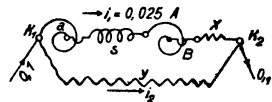

Fig. 21.
- der Widerstand x (Fig. 21) zwischen B und K_2 , der noch zugeschaltet werden muß, um bei 0,1 [0,1] (0,1) V Spannung-